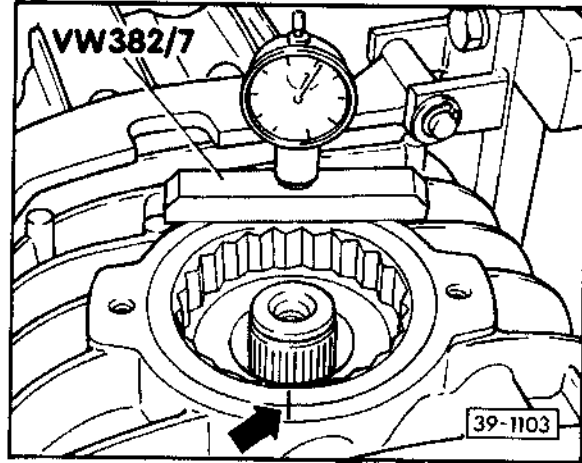

Abb. 3 Stellung des Lagerrings ermitteln und kennzeichnen
- vor Ausbau: linken Lagerring für Achsantrieb lösen, damit die Vorspannung des Getriebegehäuses aufgehoben wird. Stellung des Lagerrings vorher kennzeichnen – Abb. 3
- vor Ausbau kennzeichnen – Abb. 3